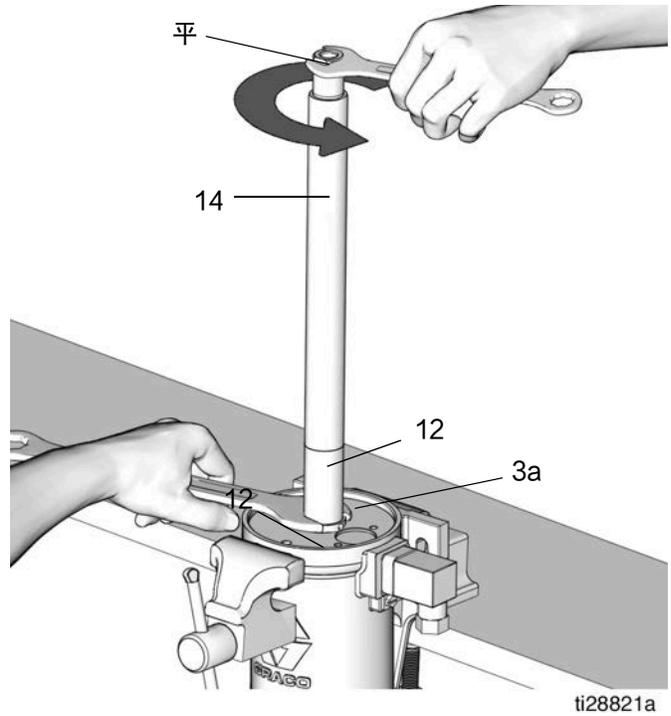

图 38
18. 在泵气缸 (12) 上安装出口管 (14)。用扳手将螺母 (3a) [位于泵气缸 (12) 的底部] 固定就位。第二个扳手紧固出口管 (14) 的平面。顺时针转动出口管, 将其拧紧到泵气缸 (12) (图 38) 上。用 28 至 32 英尺磅 (37.9 至 43.4 牛·米) 的扭力拧紧。